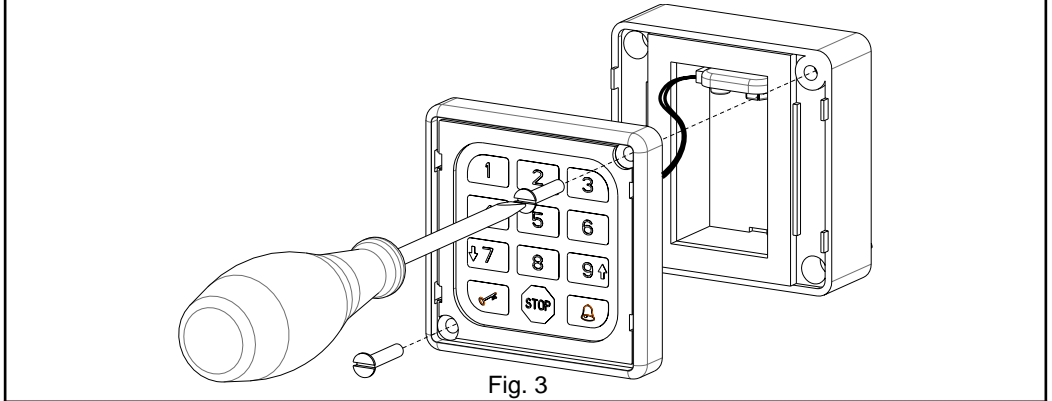

Fig. 3
- Après avoir enlevé les vis (fig. 3), séparer la façade du clavier de la base pour le logement de la pile ;
- después de sacar los tornillos (fig. 3), separe el frontal del teclado de la base de alojamiento de la batería;